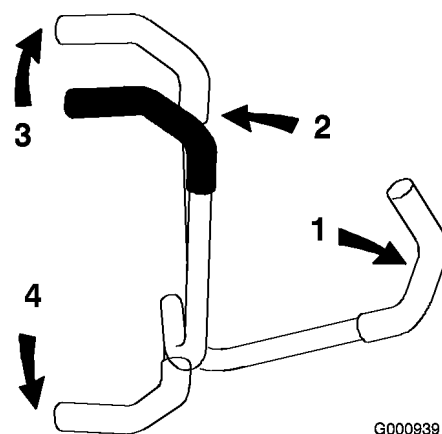

Figura 17
3. Per fare marcia avanti spingete lentamente in avanti le leve di controllo del movimento (Figura 17).
Per spostarvi in linea retta applicate una pressione identica su entrambe le leve di controllo del movimento (Figura 17).
Per girare, spostate la leva di controllo del movimento verso la posizione di folle, nella direzione in cui volete voltare (Figura 17).
2. Per fare marcia indietro tirate lentamente indietro le leve di controllo del movimento (Figura 17).
Per girare, rilasciate la pressione sulla leva di controllo del movimento verso la direzione in cui volete voltare (Figura 17).